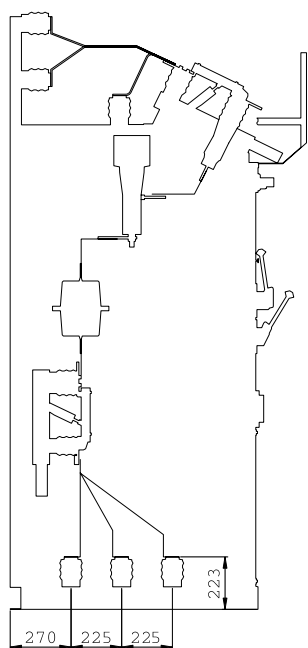

Рис. 11. Боковой ввод в камеру КСО
- с нижним переходом (боковым или задним, рис. 11 и 12) — применяются для организации перехода секционный выключатель — секционный разъединитель и выходов в соседнее помещение распреустройства.